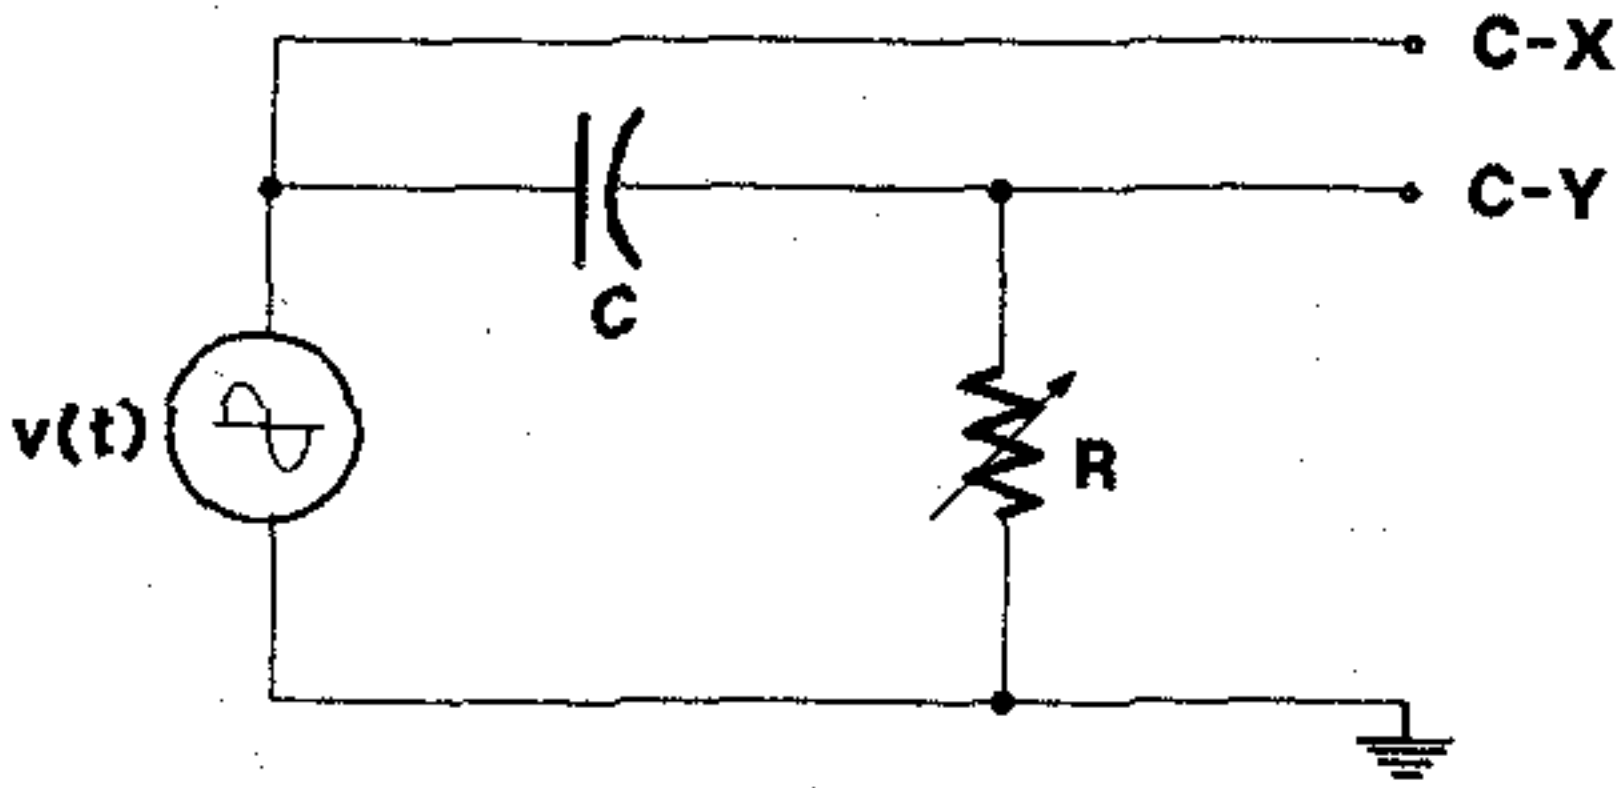

Figura 14
Arme el circuito de la figura 14, con $C = 0.22 \mu F$ y $R = 1 K\Omega$. Repita los pasos anteriores y complete la tabla 2.
- 6.- Repita los puntos del 2 al 5 para el circuito de la figura 14.